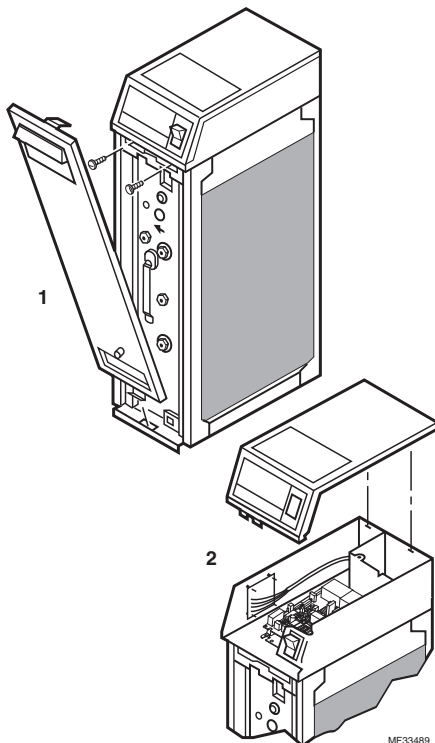

Fig. 1. Emplacement du bloc d'alimentation sur les épurateurs d'air à deux cellules F50E.
- Ouvrir la porte ou la grille d'accès. Voir les Fig. 1 à Fig. 5.